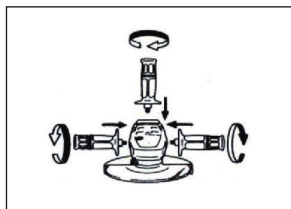

Рис.5
• Перед началом работы убедитесь, что вспомогательная рукоятка надежно установлена. Надежно прикрутите боковую рукоятку в положении инструмента, как показано на Рис. 5.